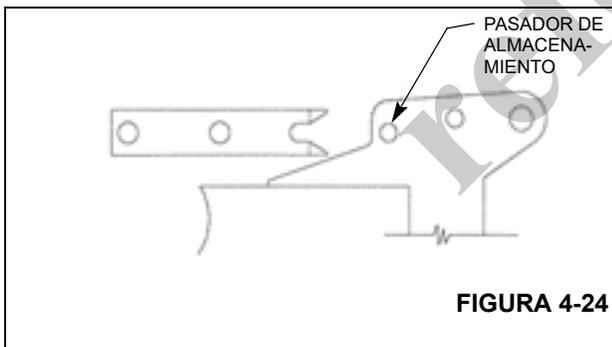

FIGURA 4-24
- Observe la alineación horizontal de la ranura de los conjuntos de orejetas y el pasador de almacenamiento del plumín. El ajuste horizontal de las orejetas de almacenamiento se obtiene por medio de los agujeros grandes para perno en las orejetas. Desplace las orejetas hacia adentro o hacia afuera para obtener la alineación correcta. Coloque la orejeta superior de modo que sostenga la parte superior del plumín hacia la pluma y la inferior para que sostenga la parte inferior del plumín alejándola de la parte inferior de la pluma; vea la Figura 4-24.